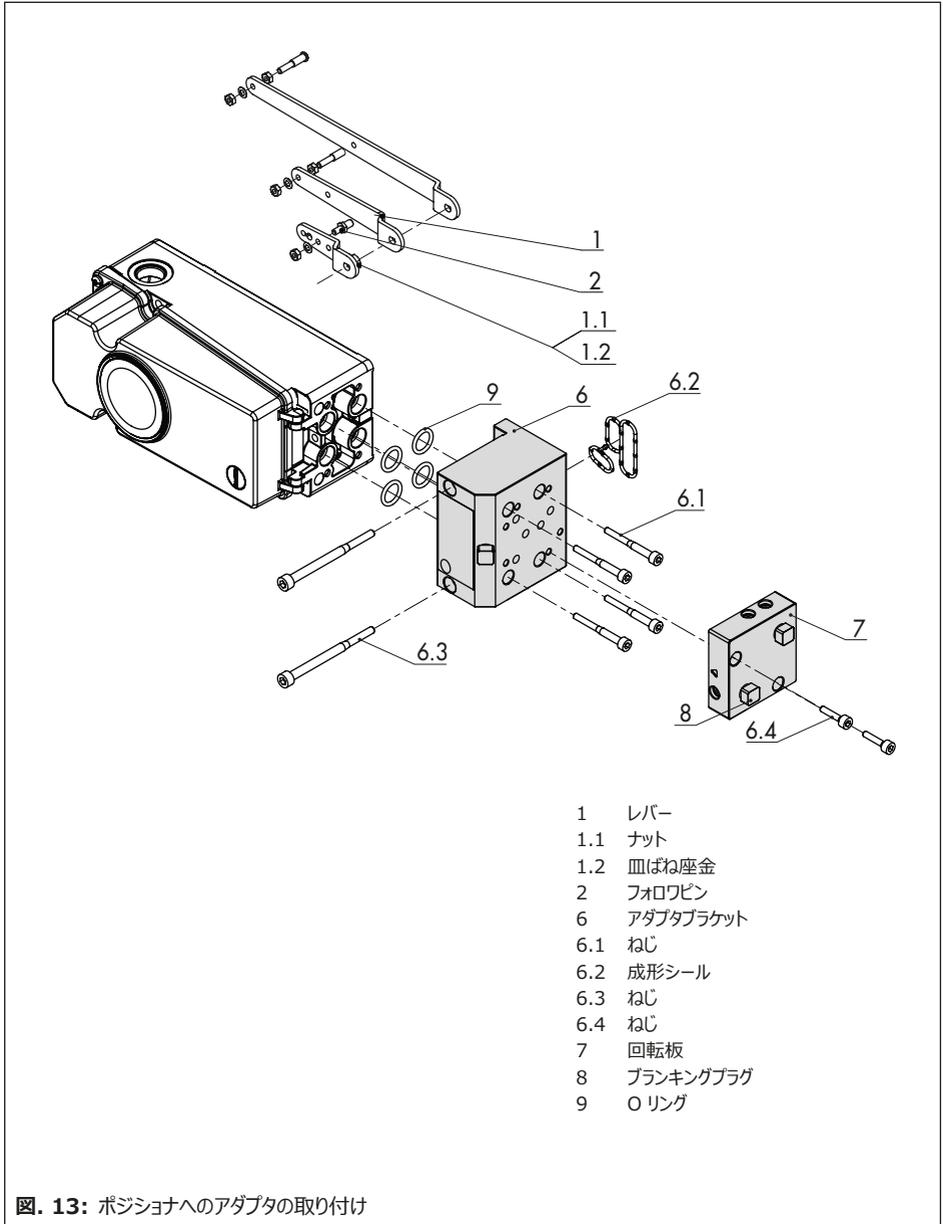

図. 13: ポジショナへのアダプタの取り付け
10. フォロワピン (2) がフォロワクランプ (3) の上に載るようにポジションを配置します。レバー (1) は、スプリングの力でフォロワクランプ上に載った状態でなければなりません。
11. ポジションを 2 本の固定ねじ (6.3) でアダプタブロック (13) に固定します。成形シール (6.2) が正しく固定されていることを確認します (図. 13 を参照) 。
12. カバー (11) を反対側に取り付けます。調節弁を取り付けるときに、発生した結露水などを排出できるようにベントプラグが下部に取り付けてあることを確認してください。